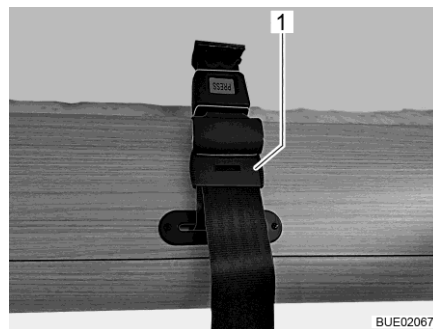
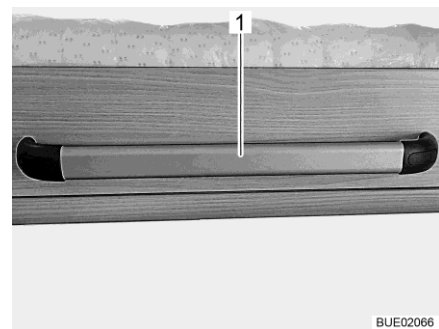

Bild 137 Säkring på den höjbara sängen
Bild 138 Handtag på den höjbara sängen (Lyseo I)
- Høybar säng med säkerhetsbälten: Lossa säkerhetsremmarna (Bild 137,1) och dra ned den höjbara sängen med handtaget (Bild 138,1).
- Höjbar säng med säkerhetsbälten: Tryck den höjbara sängen uppåt med handtaget (Bild 138,1). Säkra den höjbar sängen med säkerhetsremmarna (Bild 137,1) till höger och vänster.